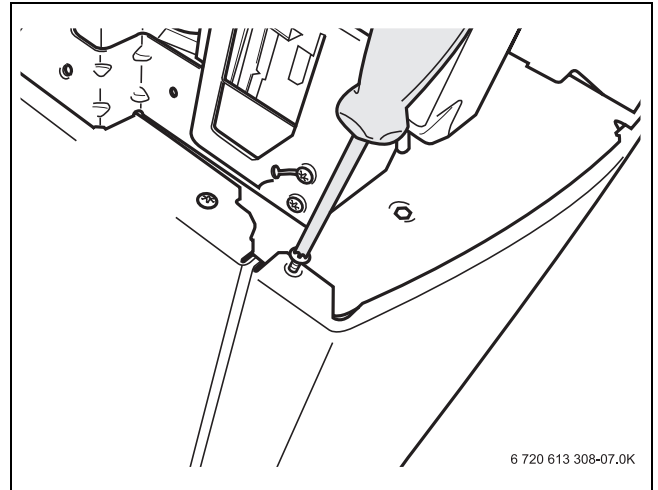

Bild 28 Warmwasserspeicher öffnen
- Vordere Abdeckung des Warmwasserspeichers öffnen (→ Bild 28), dazu die Halteschrauben rechts und links entfernen.